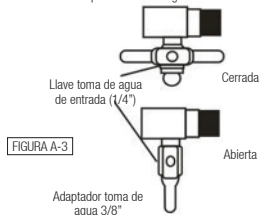

FIGURA A-3
3. Instale la llave toma de agua 1/4" en el adaptador de conexión de suministro de agua, utilizando cinta de teflón para evitar posibles goteos (figura A-3).